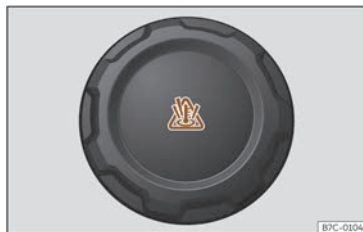

Fig. 217 Obertura davantera: tap del dipòsit d'expansió del líquid refrigerant.
- El dipòsit d'expansió del líquid refrigerant del motor es reconeix pel símbol que hi ha sobre la tapa >>> **fig. 217**